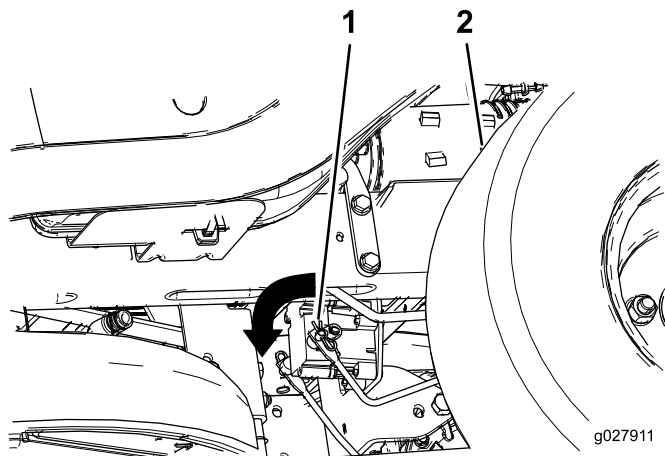

Figura 41
2. Individuategli alberi dove i bracci di attacco del freno sono collegati ad entrambi i lati del freno elettrico (Figura 41).